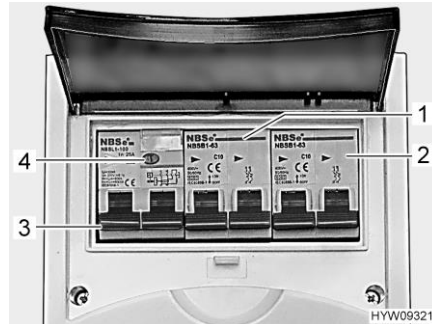

Bild 121 Ledningsskyddsbrytare och FI-brytare (230 V-säkringslåda)
En jordfelsbrytare (FI-brytare) (Bild 121,3) i säkringslådan säkrar hela fordonet mot felström (30 mA).
Den efterkopplade ledningsskyddsbrytaren (10 A) (Bild 121,1) säkrar 230 V-uttagen, strömaggregatet, det extra strömaggregatet och kylskåpet.
Vid fordon med tilläggsutrustning, t.ex. en klimatanläggning, säkras en extra ledningsskyddsbrytare (16 A) (Bild 121,2) apparaten.
- Kontrollera jordfelsbrytare: ■ När fordonet är anslutet till 230 V-försörjningen: Tryck på kontrollknappen (Bild 121,4). Jordfelsbrytaren (FI) måste lösa ut.